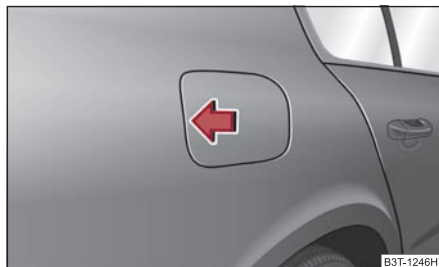

Fig. 12 Côté arrière droit du véhicule: Ouvrir la trappe du réservoir
- Pour pouvoir ouvrir la trappe du réservoir, poussez-la sur le côté gauche dans la zone centrale ⇒ fig. 12.